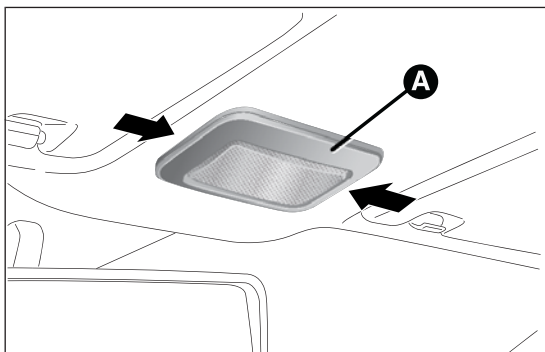
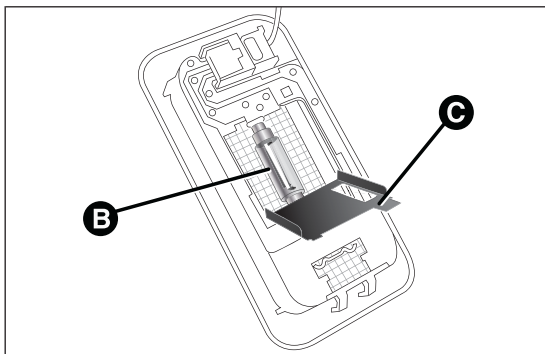

fig. 129
fig. 130
- agire nel punto indicato dalla freccia e rimuovere la plafoniera A fig. 129;
- aprire lo sportellino C fig. 130 e sostituire la lampada B, svincolandola dai contatti laterali;
- inserire la nuova lampada B fig. 130, accertandosi che risulti correttamente bloccate tra i contatti stessi;
- richiudere lo sportellino C fig. 130 e fissare la plafoniera A fig. 129 nella sua sede accertandosi dell'avvenuto bloccaggio.